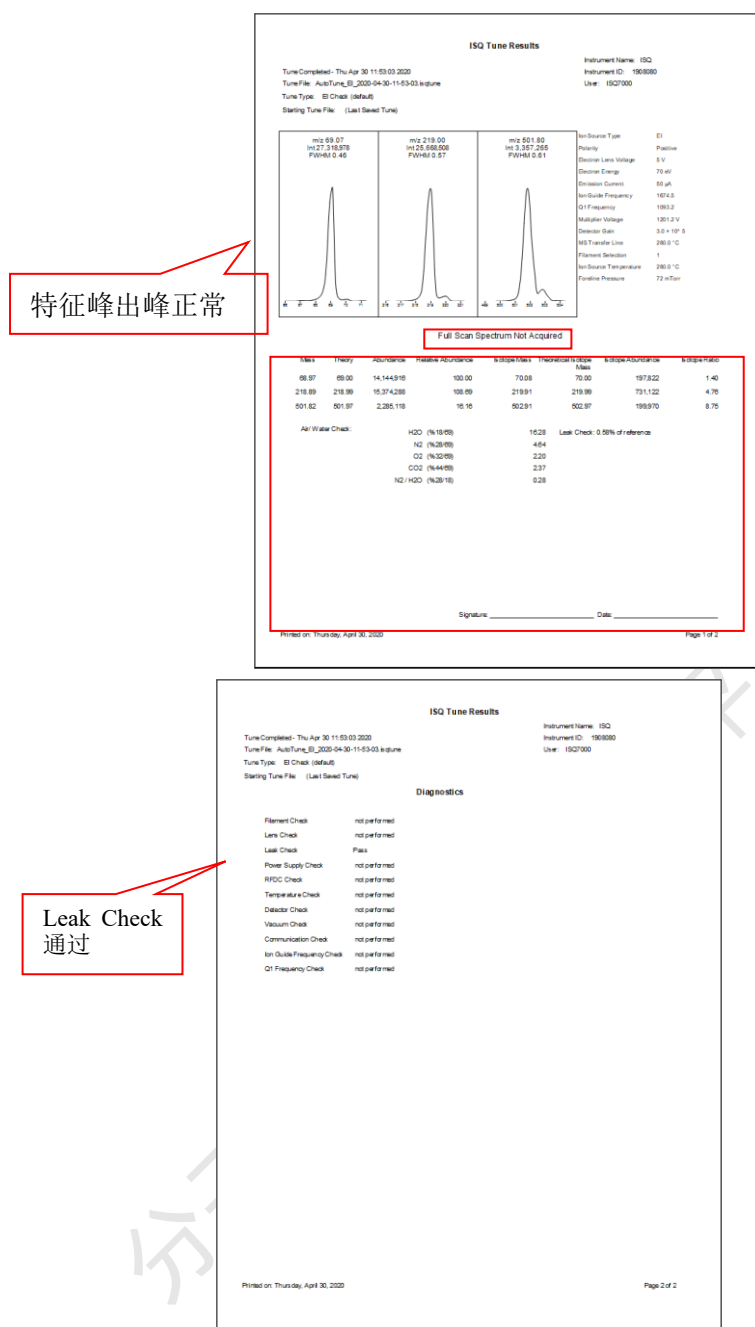

图1.9 自动调谐—日常调谐检查
- 如图1.9（a）点击Auto Tune Options选择Advanced Auto Tune；
- 如图1.9（b）在ISQ Auto Tune界面中选择调谐类型为EI Check（default），并勾选Display report when complete和Show spectra按钮，点击Start按钮开始执行日常调谐检查；
- 如图1.9（c）调谐检查执行时，界面显示绿色进度条；
- 如图1.9（d）调谐完毕，将自动弹出调谐检查报告，查看特征峰出峰正常，Leak Check通过。